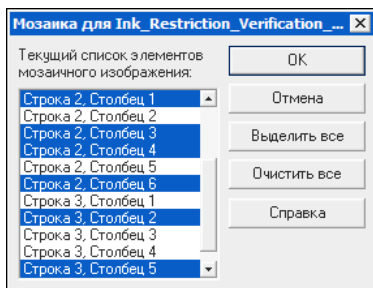

Рис. 5. Диалоговое окно «Мозаика»
2. Выберите элементы мозаики, которые требуется распечатать, и щелкните кнопку **ОК** (см. рис. 5). При этом все выбранные элементы будут распечатаны по умолчанию.